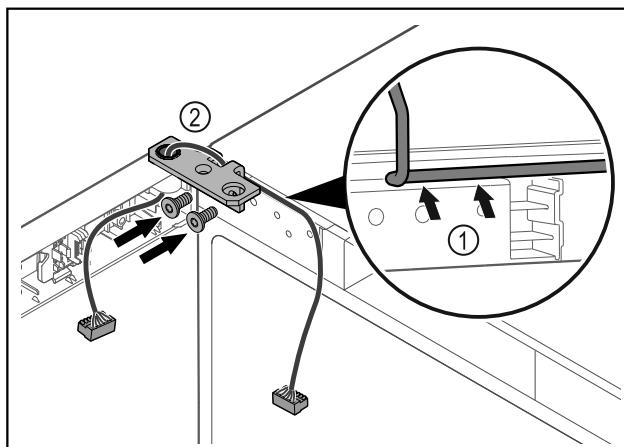

Fig. 47
- Kaloni kabllon përmes së prerës në profilin e menteshës dhe shtrijeni me kujdes Fig. 47 (1).
- Mbërtheni vidat e profilit të menteshës Fig. 47 (2).